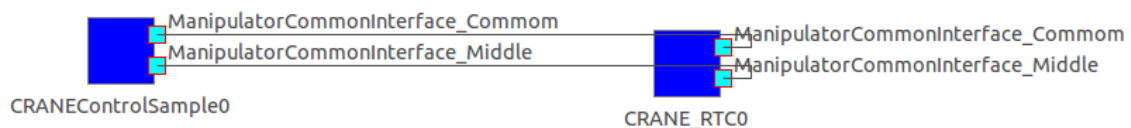

図 16 コンポーネント接続図
②eclipse で実行されていることを確認し、システムダイアグラムに表示させて以下の図 16 のようにポートを接続する.